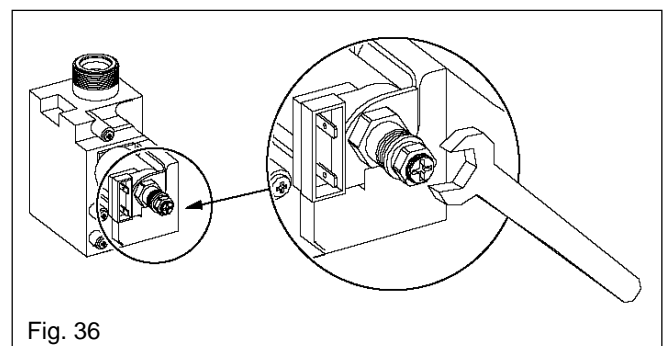

Fig. 36
**7.3.1 SETTING THE MAXIMUM BURNER PRESSURE (see fig. 36)**